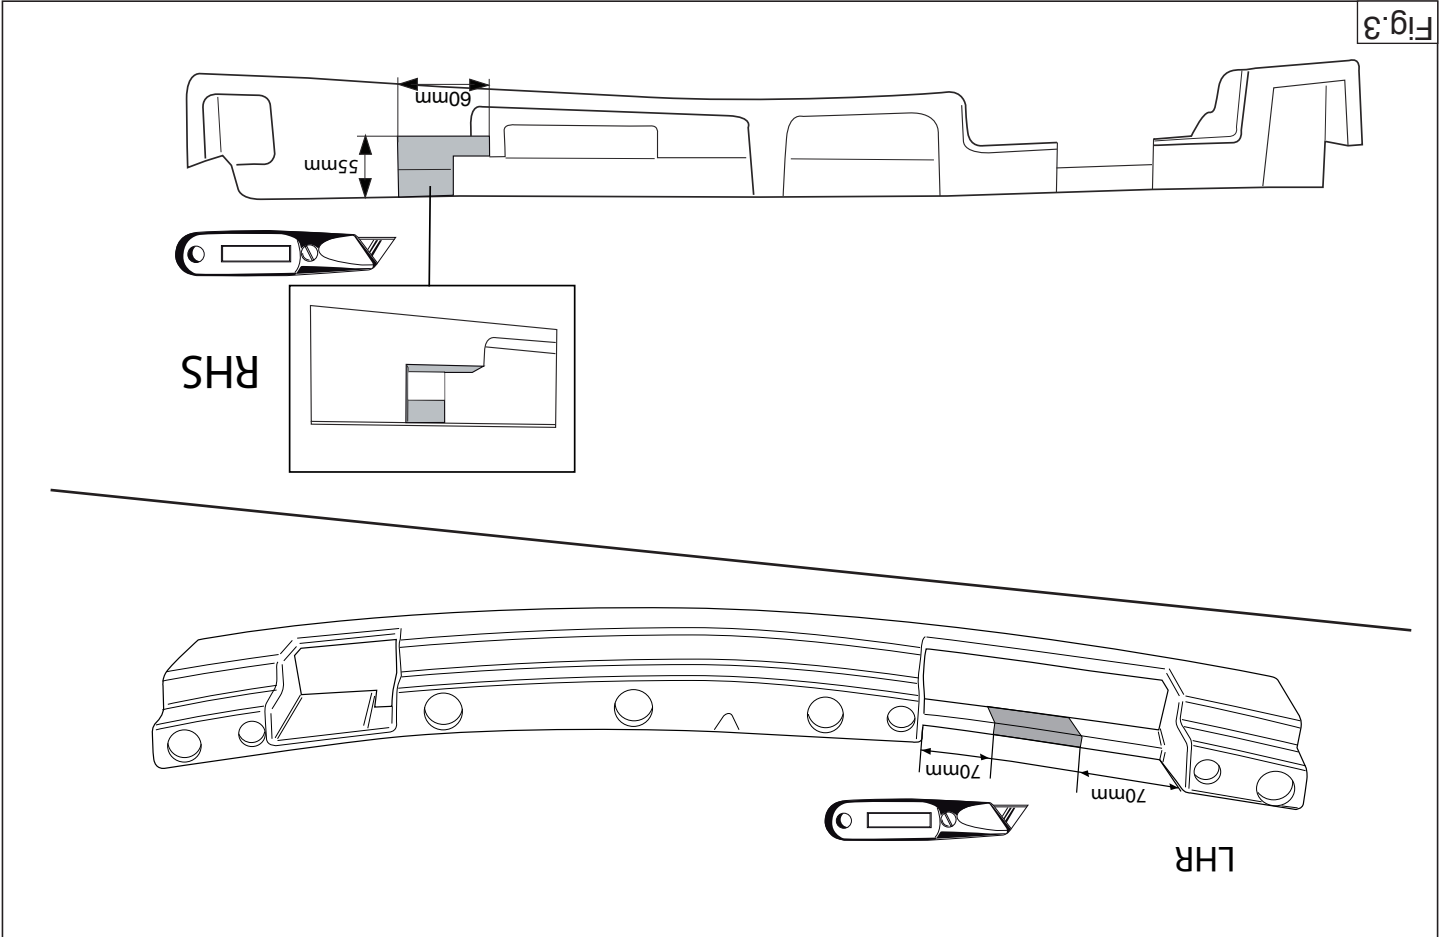

Fig. 3
9. Saw out the indicated section in accordance with figure 3
9. Gemäß Abb. 3 das angegebene Teil herauserschneiden.
- Scier la partie indiquée conformément à la figure 3.